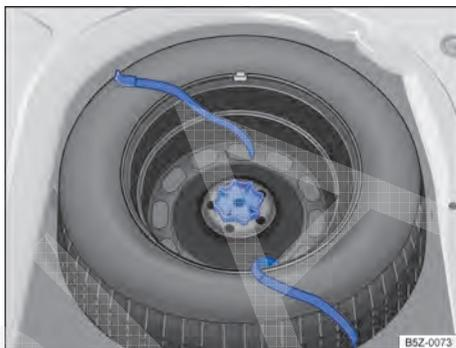

Fig. 176 No compartimento de bagagem: manipulador para fixação da roda de emergência.
- Girar totalmente o manipulador localizado no meio da roda de emergência → Fig. 176, no sentido anti-horário, e remover a roda de emergência.